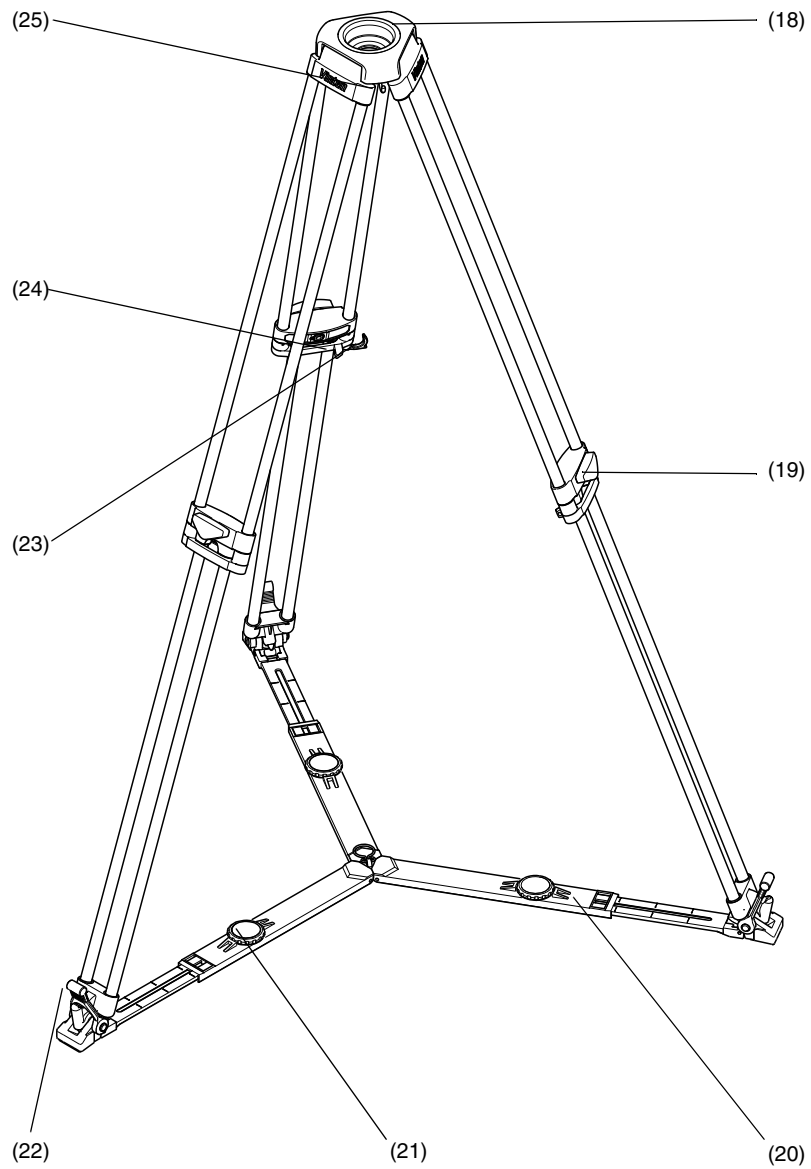

Fig. 2 Pozi-Loc Stativ und Bodenspinne
Das 1-Stufen Pozi-Loc Dreibeinstativ (Fig. 2) ist mit Aluminiumfüßen und einer 75 mm Nivelierungshalbschale (18) ausgestattet. Es wird mit der hoch effizienten Pozi-Loc Fußklemme (19) befestigt, die einen schnellen Aufbau und eine komfortable Einstellung ermöglicht.
Das Stativ verfügt über eine Bodenspinne (Fig. 2), die die Stabilität des Stativs erhöht. Die Bodenspinne gleicht durch ihre Flexibilität einen unebenen Untergrund aus, schont Böden und Teppiche und verhindert, dass das Dreibeinstativ in weichen Böden einsinkt. Sie sollte stets verwendet werden.
So installieren Sie die Bodenspinne (Fig. 2):